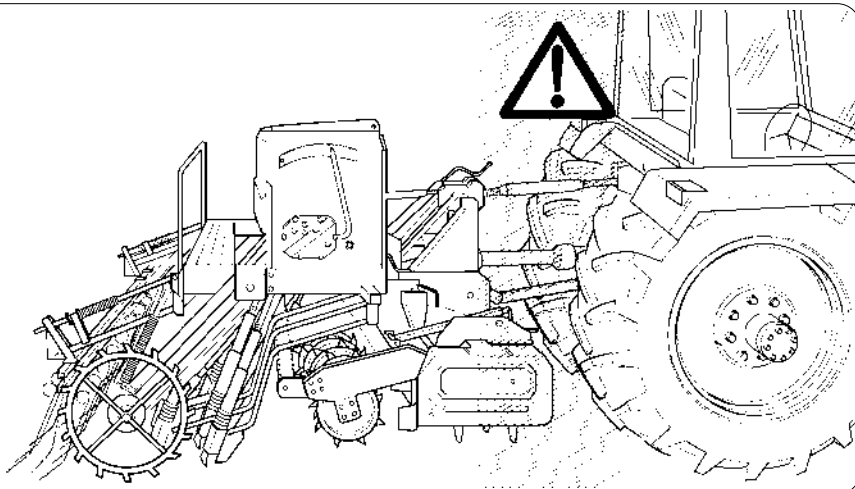

Fig. 3
- 23) È assolutamente vietato interpor-si fra il trattore e l'attacco per manovrare il comando dall'esterno per il sollevamento (Fig. 3).
- 24) È assolutamente vietato interpor-si tra il trattore e l'attrezzatura (Fig. 3) con motore acceso e cardano inserito nonché senza aver azionato il freno di stazionamento ed aver inserito, sotto le ruote, un ceppo o un sasso di bloccaggio di adeguate dimensioni.
- 23) *It is absolutely forbidden to stand between the tractor and linkage for manoeuvring the lifting controls from the outside (Fig. 3).*
- 24) *It is absolutely forbidden to stand in the space between the tractor and the equipment (Fig. 3) with the engine running and the universal joint linked up and without the hand brake pulled and a block or stone placed under the wheels to block them.*
- 23) Es ist strengstens verboten zwischen den Schlepper und den Anschluß zu treten, um die Hubsteuerung von aussen zu betätigen (Abb. 3).
- 24) Es ist strengstens verboten, bei laufendem Motor und eingeschalteter Kardanwelle zwischen Schlepper und Gerät zu treten (Abb. 3), ohne zuvor die Feststellbremse gezogen und einen Bremskeil oder einen großen Stein unter die Räder gelegt zu haben.
- 23) *Il est absolument interdit de se mettre entre le tracteur et l'attelage pour manoeuvrer la commande de levage de l'extérieur (Fig. 3).*
- 24) *Il est absolument interdit de se mettre entre le tracteur et l'équipement (Fig. 3) si le moteur est en marche et le cardan est enclenché, sans avoir actionné le frein de stationnement et bloqué les roues avec une cale ou un caillou aux dimensions adéquates.*
- 23) Es absolutamente prohibido colocarse entre el tractor y el gancho para mover el mando de elevación, desde el exterior. (Fig. 3).
- 24) Es absolutamente prohibido colocarse entre el tractor y el equipo (Fig. 3) mientras el motor esté encendido, el cardán insertado, no se encuentre accionado el freno de mano y no se haya colocado debajo de las ruedas, un ceppo o una piedra de las dimensiones adecuadas, que sirva como bloqueo.